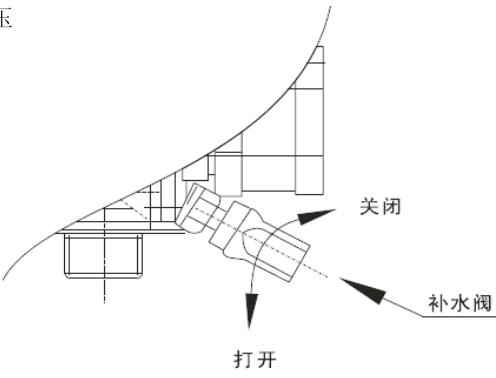

图 4-2
- 4.1.3 逆时针旋转壁挂炉补水阀的旋钮，打开补水阀（如图4-2）。